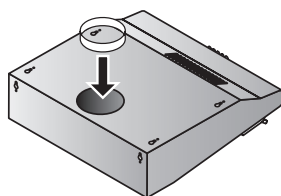

Рис. 2
- Вставить во вскрытое отверстие адаптер из комплекта поставки (Рис. 2).